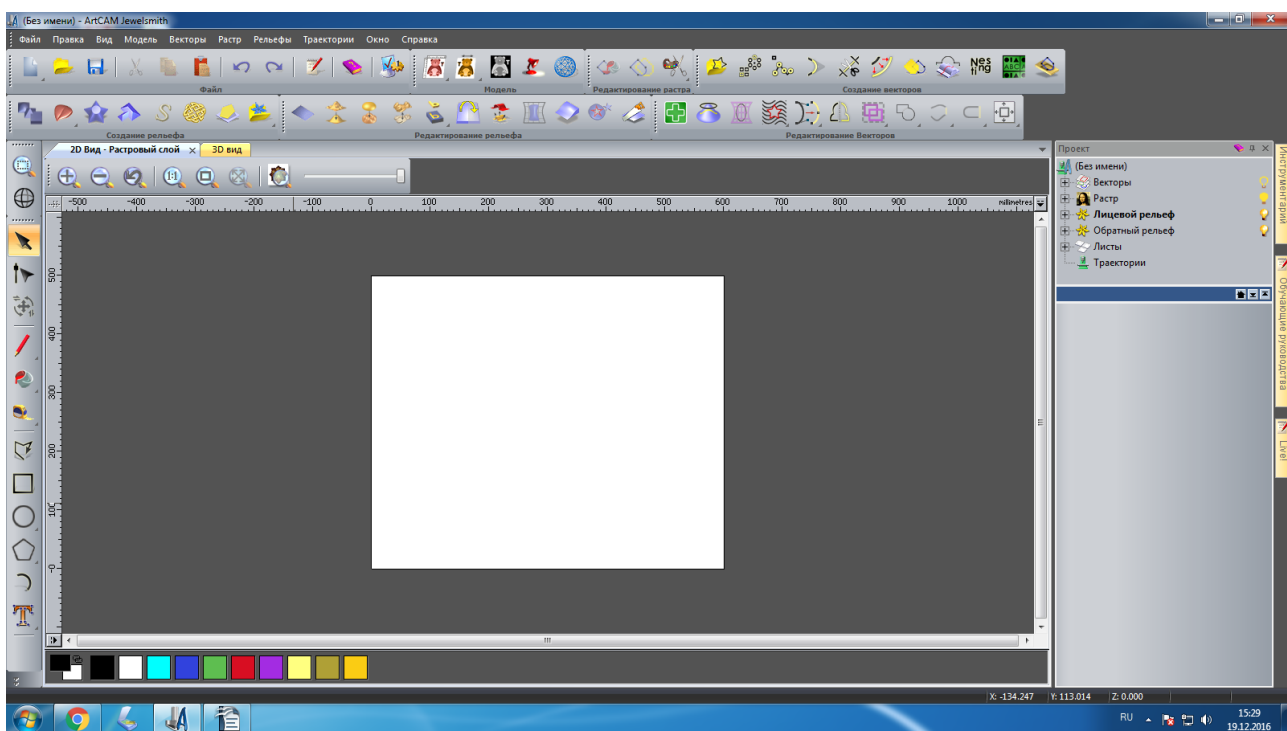

Рисунок 3. Новая модель
3. Нажмите кнопку «Ок» для открытия новой модели, рисунок 3